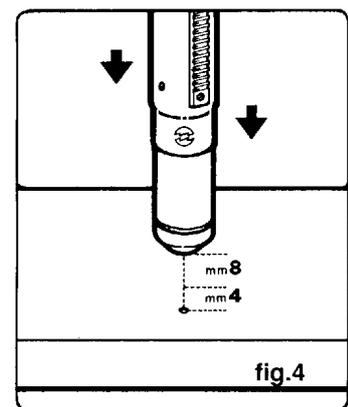

fig.4
- en el empleo automático (ver fig.4) mantener el inyector a 7/8 mm de distancia de la pieza y si es posible después de haber efectuado el orificio acercarlo a aproximadamente 4 mm. No efectuar orificios en espesores superiores a los 10/12 mm.